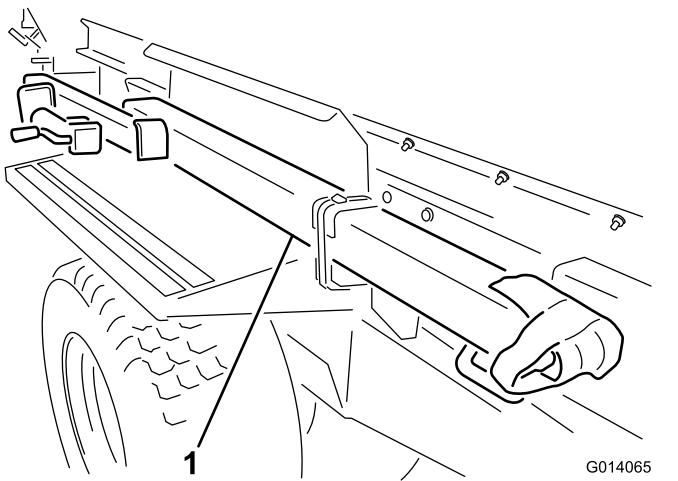

图 3
- 切断两条箍带卸下运输位置的挂钩把挂钩固定到挡泥板(图 3)。卸下挡泥板上的两个安装支架并丢弃。